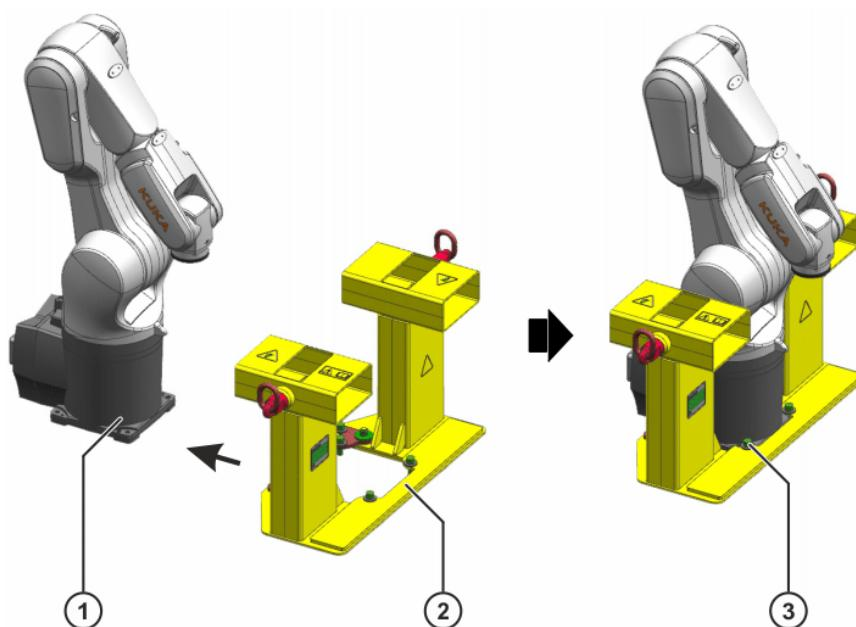

Abb. 8-22: Lastaufnahmemittel aufschieben und vorn befestigen
3. Lastaufnahmemittel von vorn auf das Grundgestell des Roboters vorsichtig aufschieben (>>> Abb. 8-22).